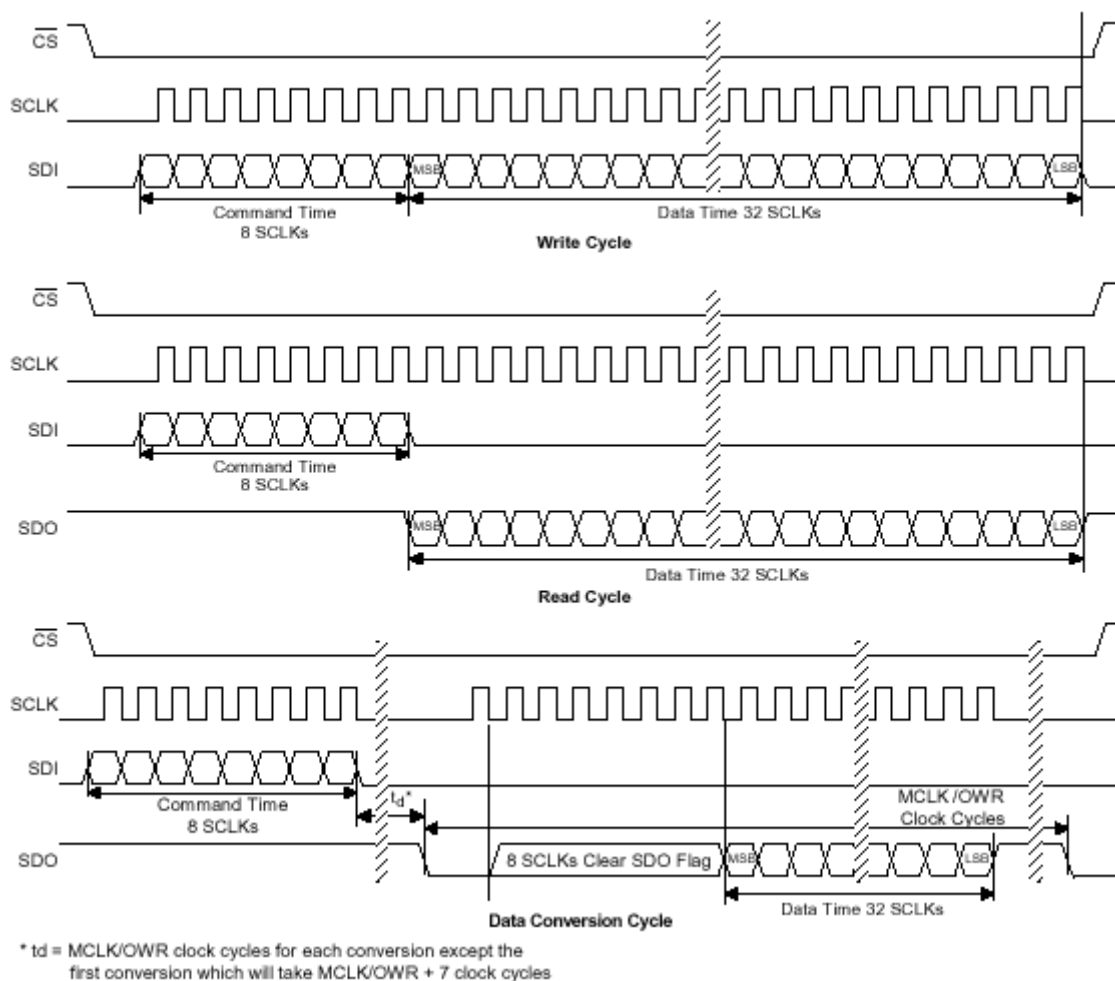

图 7. 命令和数据字定时
CS5531/32/33/34 的串口包括四条控制线： $\overline{CS}$ ，SDI，SDO，SCLK，图 7 为命令和数据字定时。
如图 7 所示，要写特定的寄存器，用户必须先向转换器输入相应的写指令，然后跟随 32 位的写入数据。例如，要向物理通道 1 的增益寄存器写入 0x80000000 (H)，必须先输入命令字 0x02 (H)，然后输入数据 0x80000000 (H)。同样，要读某个寄存器，必须先向转换器输入相应的读指令，然后获得 32 位读出数据。一旦寄存器读、写完毕，串口即返回到命令模式。